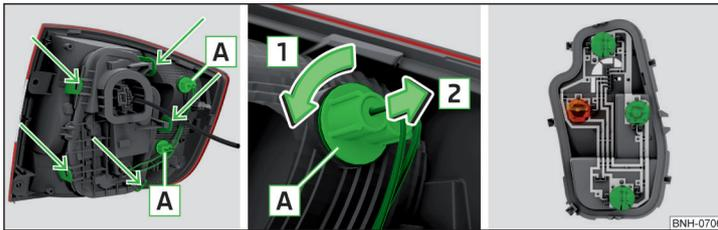

Fig. 273 Parte exterior de las luces/ extraer la bombilla/ soporte de luces
- Girar el portalámparas con la bombilla **A** en el sentido de la flecha **1** » fig. 273.
- Desbloquee el portalámparas en las áreas señaladas con las flechas » fig. 273 y extraiga el portalámparas de la luz.